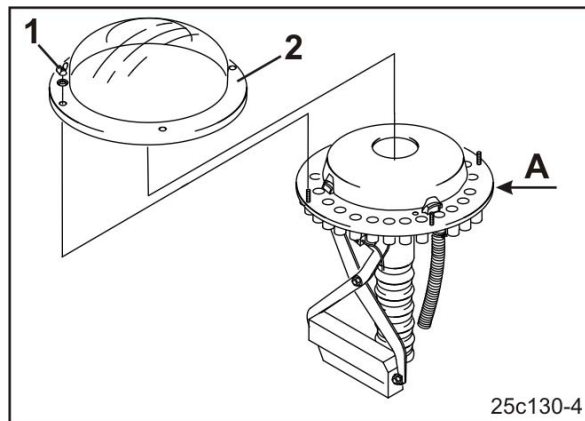

Рис. 198
4. Открутите барашковые гайки (Рис. 198/1) и снимите с распределительной головки прозрачную пластиковую крышку (Рис. 198/2).
6. Удалите загрязнения между монтажной пластиной и платой управления (Рис. 198/А) сжатым воздухом.
7. Установите пластиковую крышку (Рис. 198/2).
8. Закрепите пластиковую крышку с помощью барашковых гаек (Рис. 198/1).